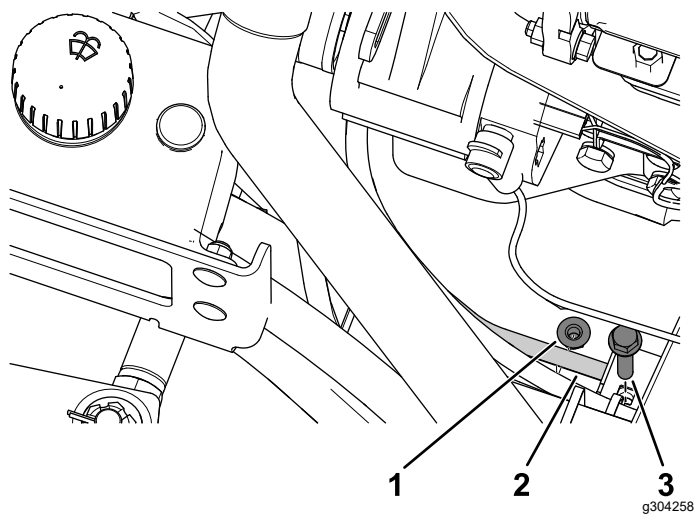

**Figuur 31**
11. Boor een gat ( $\frac{1}{2}$  inch) door het kapscherm om de kabelboom te leiden (Figuur 31).